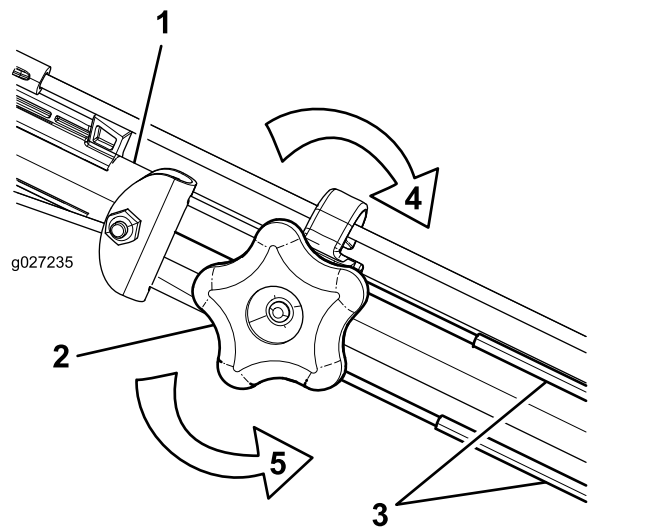

Figura 31
- Regolate la tensione dei cavi (Figura 31) tirandoli indietro o spingendoli in avanti e poi mantenendoli in quella posizione.
- Ruotate la manopola di regolazione in senso antiorario per allentare la regolazione del cavo (Figura 31).